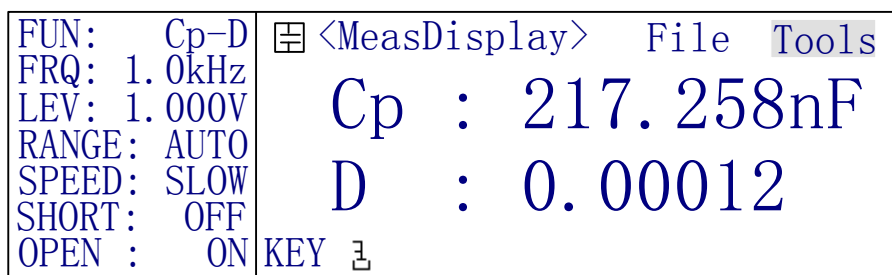

图 4-10 键盘锁定后的软键显示
- **KEY ☰** 键盘锁功能软键。按下软键，键盘将被锁定，页面上同时显示键盘被锁定的信息“KeyLocked!”，页面显示如图 4-10。批量测试及在机械分选系统中，通过键盘锁定，可防止已设定参数及状态被无意修改。